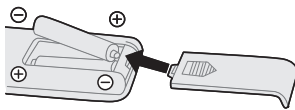

Abb.1
- Legen Sie die Batterien ein und achten Sie darauf, dass die Batterien wie in Abbildung 1 dargestellt eingelegt sind.